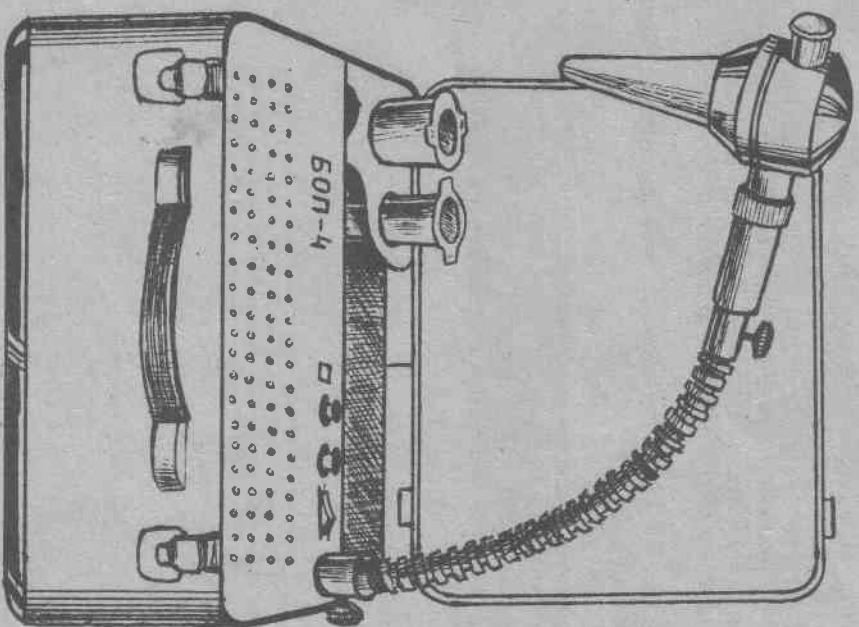

Рис. 1 Общий вид облучателя БОП-4
- 1.1. Облучатель (рис. 1) применяется в физиотерапевтических кабинетах для одиночных локализованных облучений, включая внутрисигнальные.